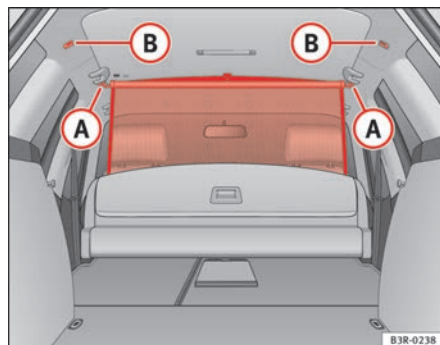

Fig. 121 Asole di fissaggio per la rete divisoria
- Ancorare l'asta trasversale agli occhielli **(A)** ⇒ fig. 121.
- Ancorare l'asta trasversale agli occhielli **(B)** ⇒ fig. 121.